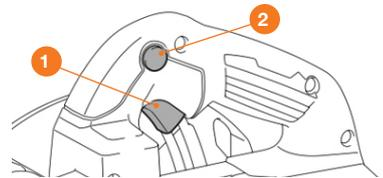

Рис. 8
- Нажмите кнопку блокировки включения **2** (Рис. 8).